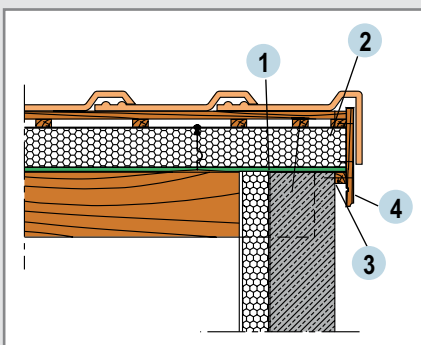

Fig. 22 : Débord en pignon sur mur
- soit le panneau vient en appui sur le mur (fig. 22),